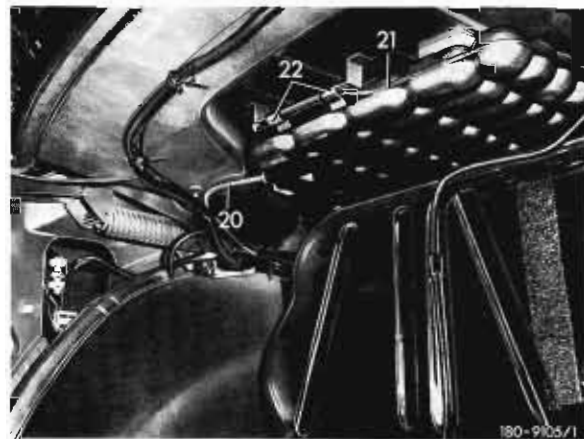

Bild 12
26 Unterdruck-Vorratsbehälter (21) einbauen und mit den beiden Steckklammern (22) befestigen (Bild 12).